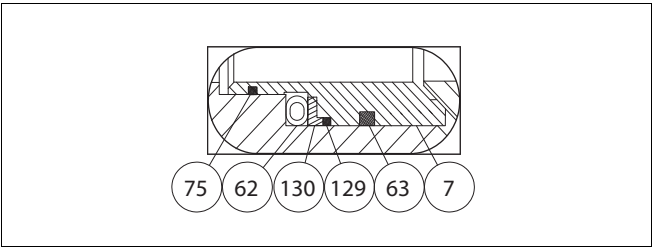

图. 17 G 和 K 阀座
- 通过位于壳体侧的六角螺钉，调节球体的打开和关闭位置（请参见图 17）。打开位置的止动螺钉最靠近壳体侧的手轮，关闭位置的止动螺钉则位于另一侧。手轮的转动方向标记在手轮上。